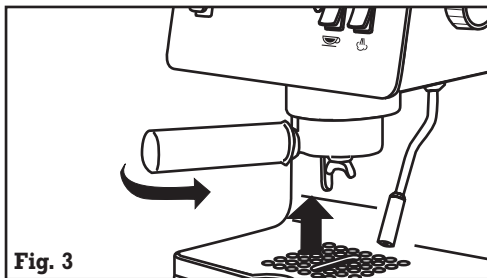

Fig. 3
Para acoplar el portafiltro (M) a la máquina, colocarlo bajo su alojamiento (L), empujar hacia arriba y girar de izquierda a derecha (fig.3).
- Encender la máquina pulsando el interruptor marcha-paro (F) y colocar el portafiltro (M) en su alojamiento (L). Esperar a que el piloto de temperatura "OK" se apague, pulsar el interruptor de café y dejar pasar el agua durante unos segundos.